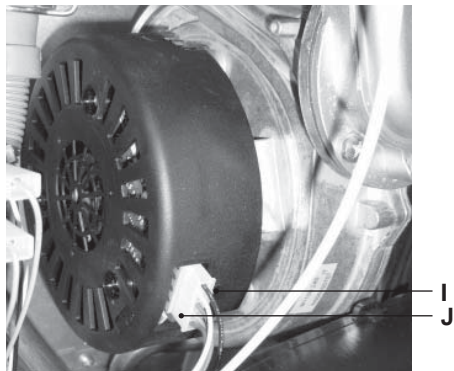

Figura 9.8
- Scollegare il connettore del ventilatore J premendo il gancio I in plastica posizionato nella parte posteriore del connettore Figura 9.8.